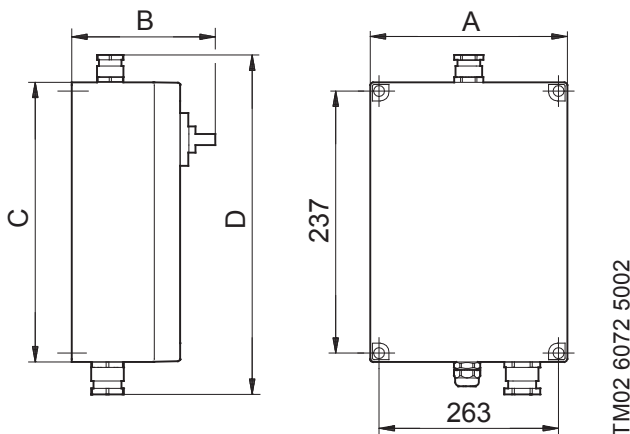

Fig. 6
- Aftag kabinettets forplade, og montér kontrolboksen på en plan flade med fire skruer gennem monteringshullerne i kabinettets bagplade, se fig. 6. Kabelforskrutningerne til pumpe og svømmerafbryder skal vende nedad.